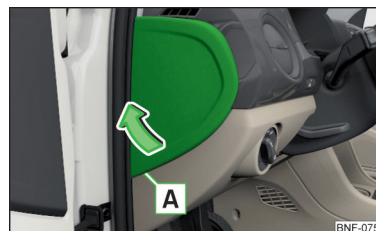

Bild 136
- Stick in en spårskruvmejsel i urtaget  i locket » bild 136.